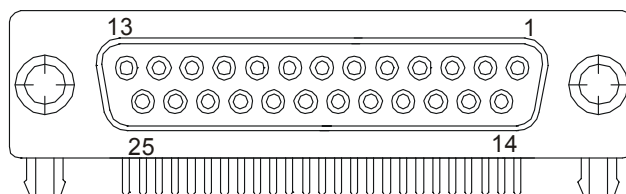

Рисунок 3. Расположение выводов разъема X6 (DRB 25 FA).
- Схема расположения выводов на разъеме X6 показана на рис. 3